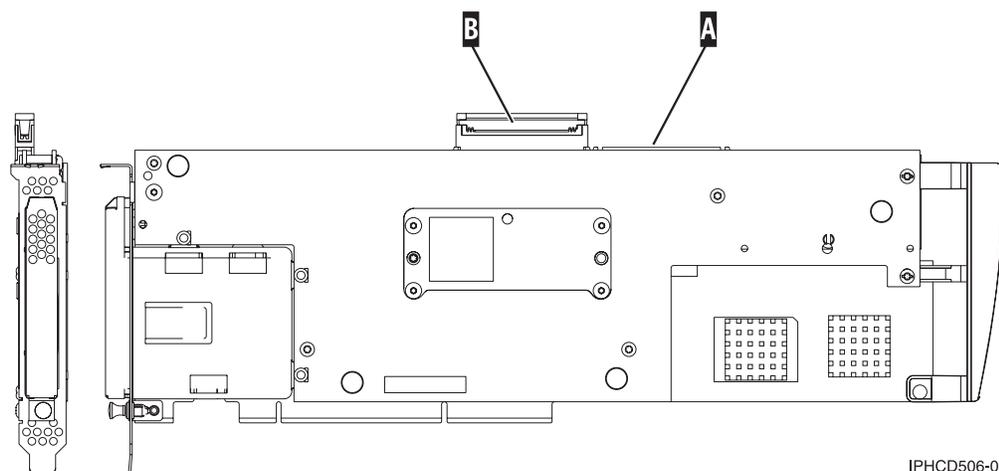

Figure 70. 5708, carte d'entrée-sortie de cache d'écriture auxiliaire
2. Connectez le câble au port SCSI A de la carte du cache d'écriture auxiliaire. Pour plus d'informations, voir la figure 70, à la page 249.